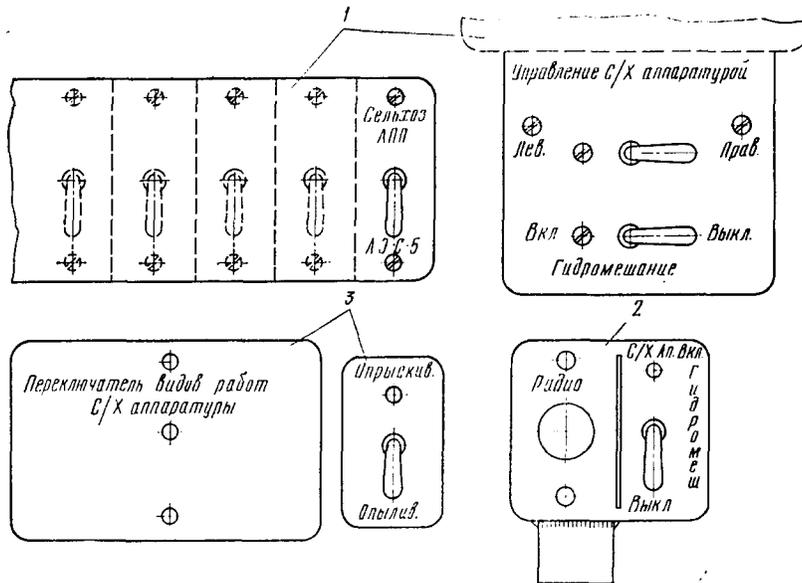

Рис. 24. Расположение переключателей пневмоэлектрической системы управления сельхозаппаратурой:
3.3. Включите на центральном пульте АЗС-5 «СЕЛЬХОЗ. АПП» (см. рис. 24);